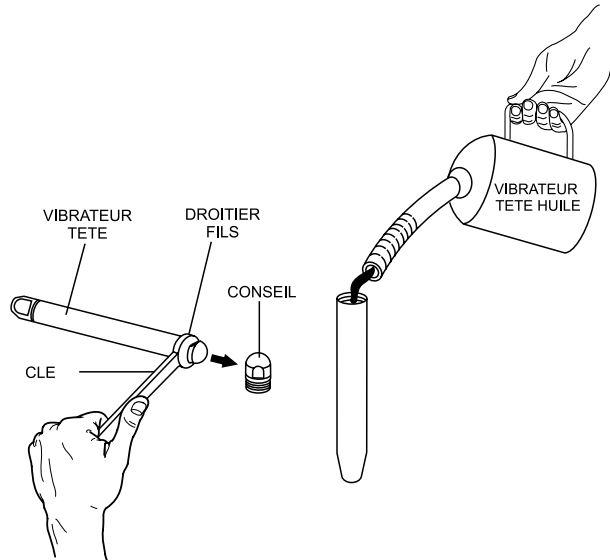

Figure 10. Ajouter de l'huile (Tête du Vibrateur)
1. Mesurer périodiquement le diamètre extérieur (Figure 10) du boîtier de la tête du vibrateur.